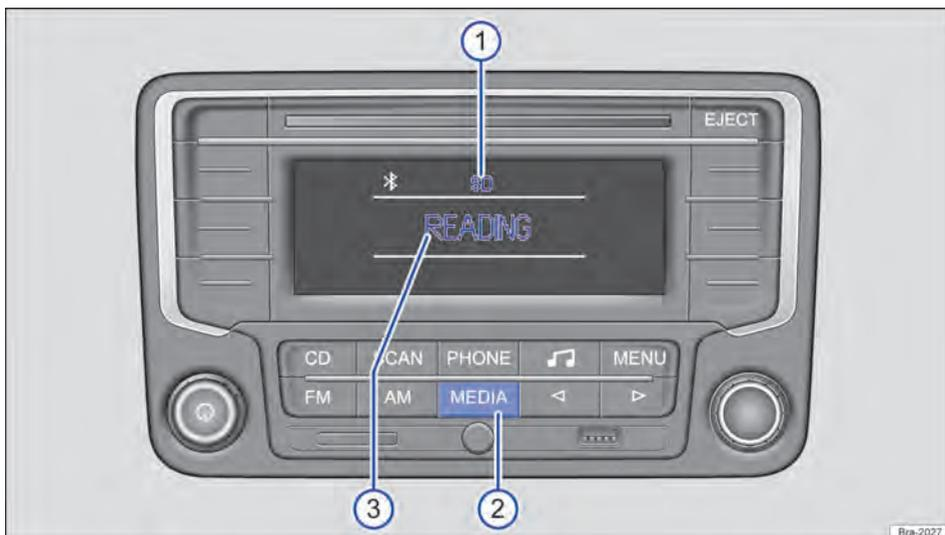
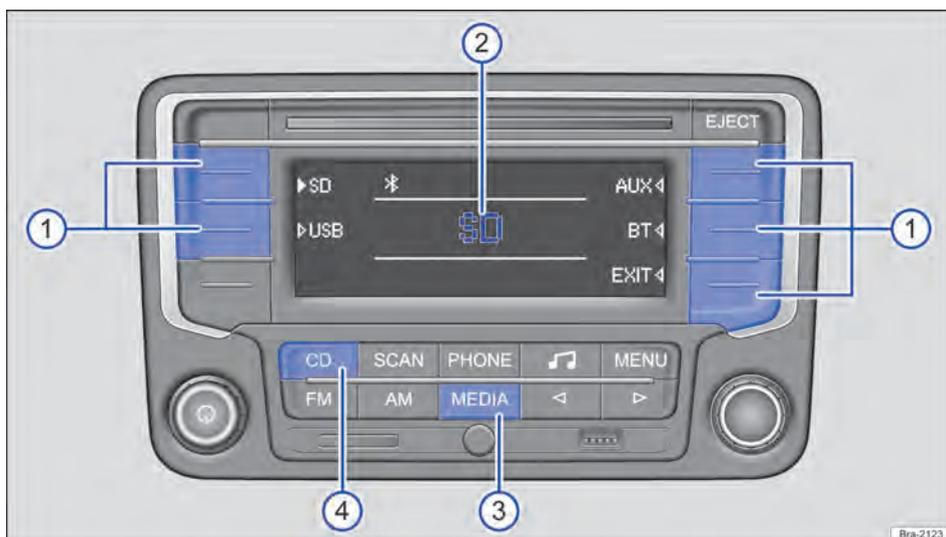

Fig. 144 Exemplo de exibição na operação de mídia: o rádio lê arquivos de um cartão SD.
Fig. 145 Exemplo de exibição na operação de mídia: a reprodução da última fonte de mídia tocada é continuada, outras fontes de mídia são selecionáveis.
Na operação de mídia podem ser selecionadas e controladas diferentes fontes de mídia. Para trocar para a operação de mídia, pressionar brevemente o botão do aparelho **MEDIA** → Fig. 144 ②.
Se a última fonte de mídia tocada ainda estiver conectada, a reprodução dessa fonte de mídia será automaticamente continuada e na troca para a operação de mídia ela será brevemente exibida no centro do display → Fig. 145 ②.
Na operação de mídia em execução, a fonte de mídia selecionada sempre será exibida na parte superior central do display → Fig. 144 ①.
Todas as fontes de mídia selecionáveis → Página 169, *Selecionar as fontes de mídia* são exibidas na área lateral do display → Fig. 145. Em algumas situações de operação, por exemplo, enquanto o rádio lê uma fonte de mídia, nenhuma fonte de mídia é selecionável → Fig. 144.
No centro do display é exibido o status atual da fonte de mídia, por exemplo, **READING**, enquanto o rádio lê uma fonte de mídia → Fig. 144 ③, informações sobre a faixa → Página 171 ou mensagens de erro:
Iniciar a operação de mídia → Página 168, *Menu principal MEDIA*. Se a última fonte de mídia tocada ainda estiver conectada, a reprodução dessa fonte de mídia será automaticamente continuada e na troca para a operação de mídia ela será brevemente exibida no centro do display → Fig. 145 ②.
Nas áreas laterais do display são exibidas todas as fontes de mídia selecionáveis → Fig. 145. Selecionar a fonte de mídia desejada da seguinte maneira:
- Pressionar brevemente o botão de função programado com a fonte de mídia desejada → Fig. 145 ①.
- **OU:** pressionar o botão do aparelho **MEDIA** tantas vezes necessárias até que seja exibida a fonte de mídia (exceto CD) → Fig. 145 ③.
- **OU:** pressionar o botão do aparelho **CD** para reproduzir um CD da unidade de CD interna → Fig. 145 ④.